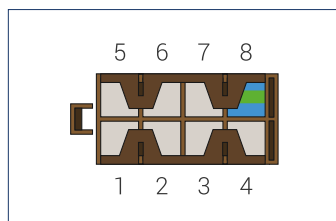

Abbildung 2.1:
1. Schließen Sie das Info-Kabel (blau/grün) an den PIN D8 des braunen Steckers (Abbildung 2.1) an.